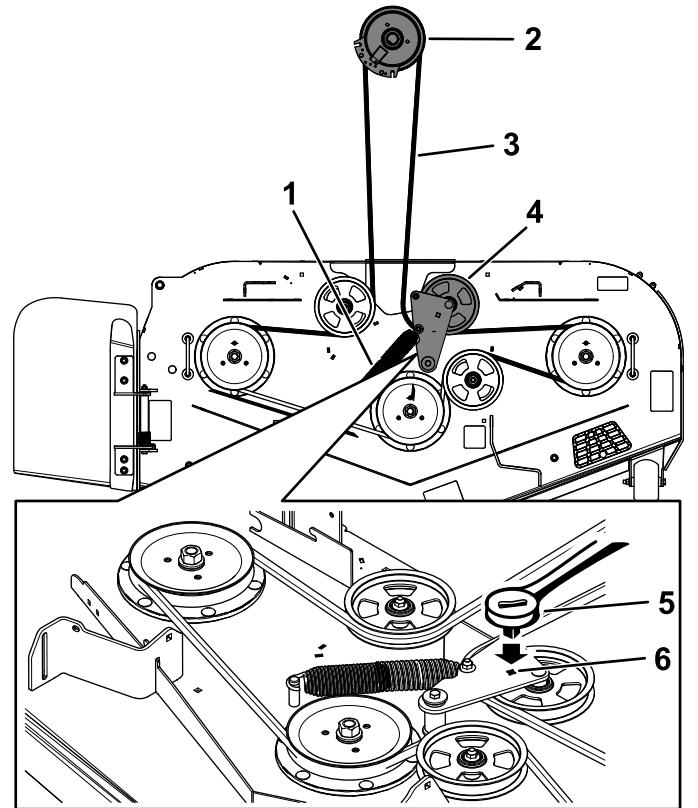

Рисунок 60
8. Вставьте ключ с храповым механизмом на $\frac{3}{8}$ дюйма в квадратное отверстие в рычаге натяжного ролика, чтобы снять натяжение с пружины натяжного ролика (Рисунок 60).
10. Снимите направляющую ремня с подпружиненного рычага натяжного ролика (Рисунок 60).
12. Проложите новый ремень вокруг шкивов газонокосилки и шкива муфты под двигателем (Рисунок 60).
13. Установите направляющую ремня на рычаг натяжного ролика (Рисунок 60).
14. Вставив ключ на $\frac{3}{8}$ дюйма с храповым механизмом в квадратное отверстие, установите пружину натяжного ролика (Рисунок 60).